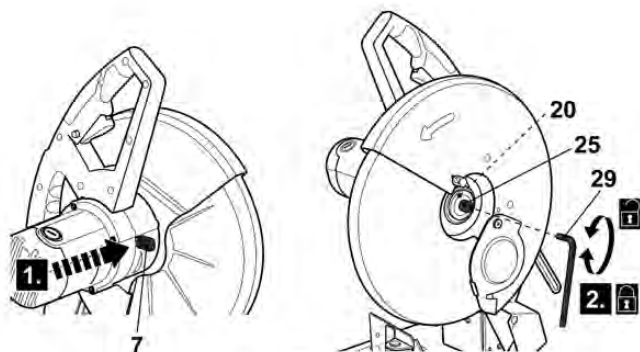

Fig. 14
- > Așezați șaiba pe șurubul de blocare și strângeți șurubul de blocare manual (25) în sens orar pe arbore (20)
- > Împingeți butonul de blocare arbore (7) pentru a cupla bolțul pe unul dintre orificiile flanșei de susținere (21), prin canelura apărătorii inferioare (6).
- > Strângeți șurubul de blocare (25) în sens orar pe arbore (20) cu cheia hexagonală (29) (Fig. 14). Eliberați butonul de blocare al arborelui (7) după aceea.